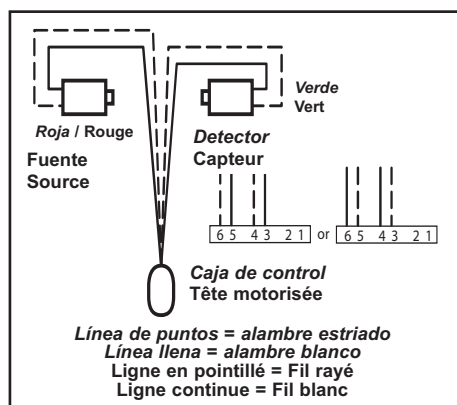

FIG. 4-5a Métodos de alambrado del detector y fuente.
- Corra el alambre de los detectores del Safe T Beam® a la caja de control usando el método que se muestra (**Fig. 4-5a**).